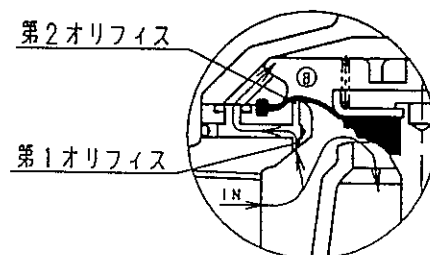

図22
続いて弁の開度が比較的小さくなった時(図22参照)ダイアフラム組立①が第2オリフィスを塞ぎ、①室には第1オリフィスを通り水が流入するため、ダイアフラム組立①の弁閉動作は遅くなり、ウォーターハンマを抑えながら主弁座を閉じます。